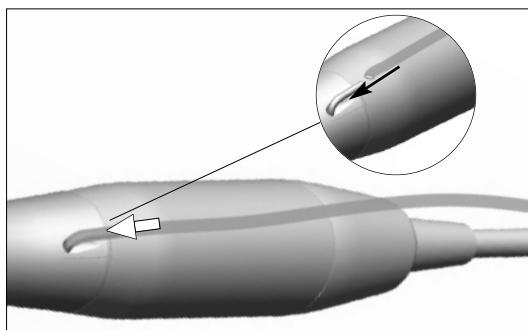

fig. 7
I. Connecter le tuyau souple sur le tube de spray de la pièce à main ou du contre-angle **fig. 7**.